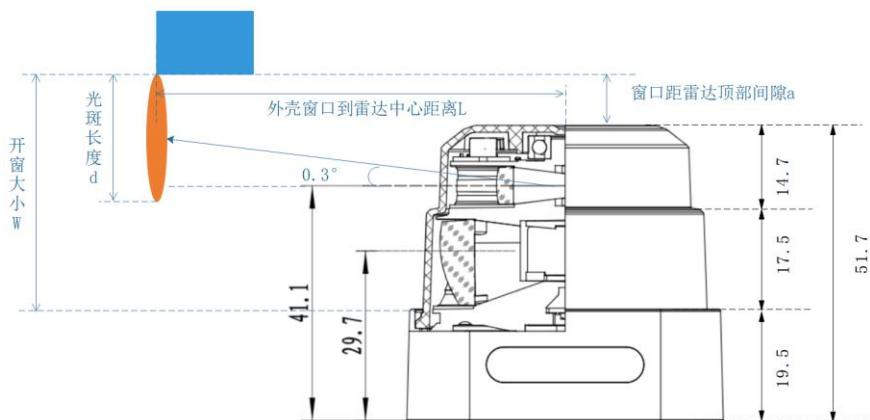

图 4-3 雷达安装环境开窗示意图
如图 4-3, 设备开窗需要考虑雷达安装角度、光斑俯仰角及光斑长度, 默认设备窗口中心与雷达发射接收系统光轴重合; 假设雷达装机角度误差为 1° , 雷达俯仰角为 0.3° 时, 开窗与雷达中心距离 L 为 0.5m ; 光斑长度 $d=6.5+4.3*L$, 计算可得 0.5m 处光斑长度 8.65mm ; 窗口与雷达顶部间隙 $a=1000*L*\tan(1+0.3) + 0.5d-10.6=500*\tan1.3+0.5*8.65-10.6$, 计算可得间隙距离为 5.075mm ; 开窗大小 $W=32.2+a$ 根据计算可得开窗大小至少为 37.3mm ;
- 理想情况下, 设备开槽窗口高度需大于激光雷达的光学窗口, 具体开窗尺寸参考图 4-3 雷达安装环境开窗示意图; 若设备开槽高度需小于光学窗口, 需与蓝海研发确认结构设计;